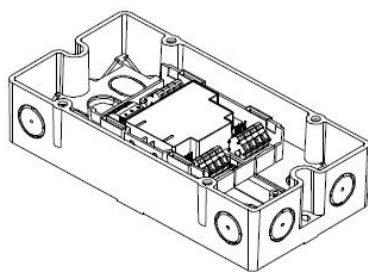

Fig. 10
- Instalação fora de um gabinete de comutação ou de uma unidade de controle: Use invólucro FDCH221 (Fig. 10).
- Monte o invólucro sobre uma superfície uniforme com dois parafusos (Fig. 10). Distância entre furos: $182,0 \pm 1,0$ mm.